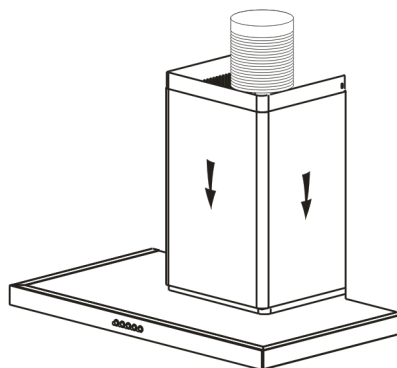

fig. 7
- Collocare le 2 canne fumarie sulla cappa (Fig. 7).